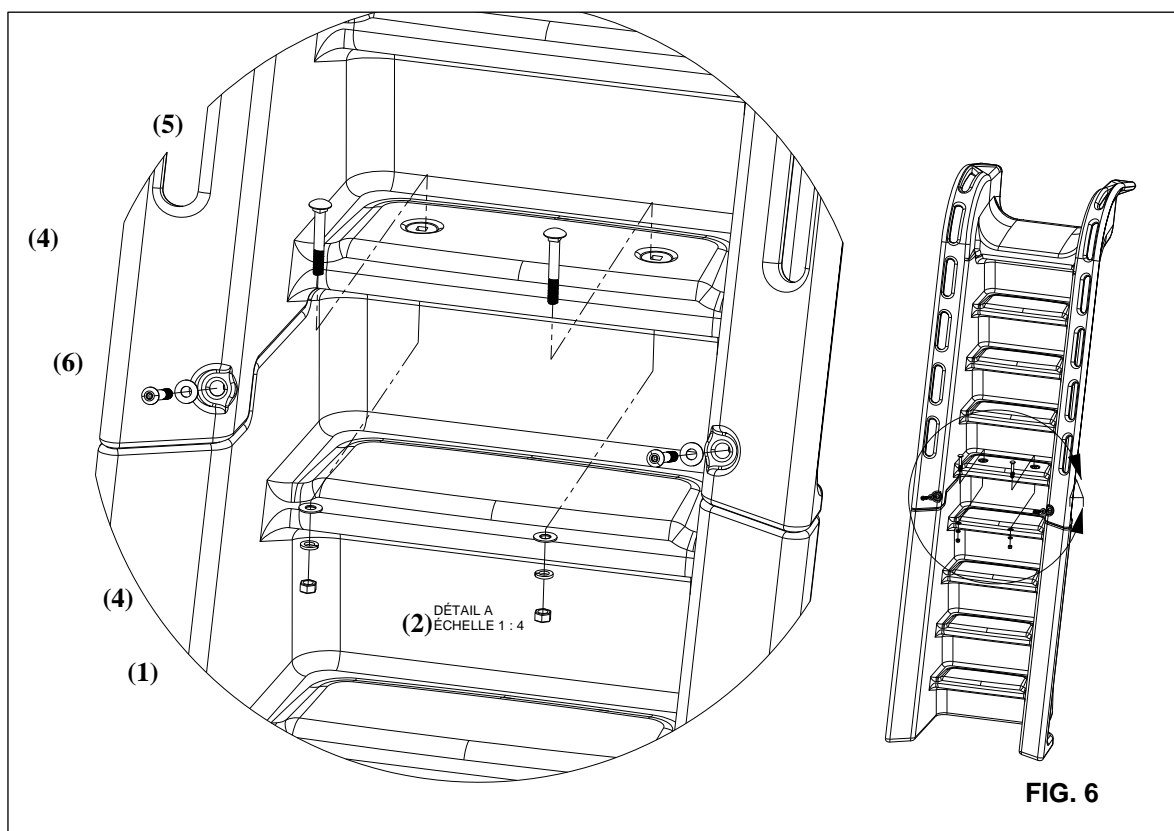

FIG. 6
5) Assemblez la section supérieure et la section inférieure de l'échelle comme l'illustre la Figure 6. Insérez les deux vis d'assemblage à tête ronde dans les douilles filetées comme l'illustre la Figure 6. **Ne serrez pas trop les vis pour l'instant; vissez-les assez pour qu'elles se prennent sur le filetage des douilles. Remarque : assurez-vous d'appliquer un film d'antigrippant sur toutes les pièces de fixation pour éviter tout grippage.**
7) Insérez les deux boulons de carrosserie dans les marches comme l'illustre la Figure 6. Serrez les écrous sur le boulon à carrosserie jusqu'à ce que la rondelle frein soit entièrement compressée. **Remarque : assurez-vous d'appliquer un film d'antigrippant sur toutes les pièces de fixation pour éviter tout grippage.**